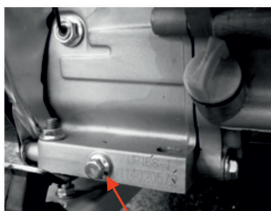

Рис. 15
3. Выкрутите сливной болт (Рис. 15, 16);